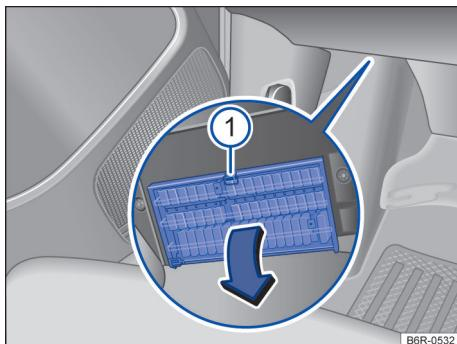

Fig. 117 No lado do condutor embaixo do painel de instrumentos: abrir a cobertura da caixa de fusíveis.
- *Abrir:* pressionar a alavanca de travamento → Fig. 117 ① até que a cobertura se abra.
- *Fechar:* rebater a cobertura no sentido contrário à seta até que ela se trave audivelmente na alavanca de travamento ①.